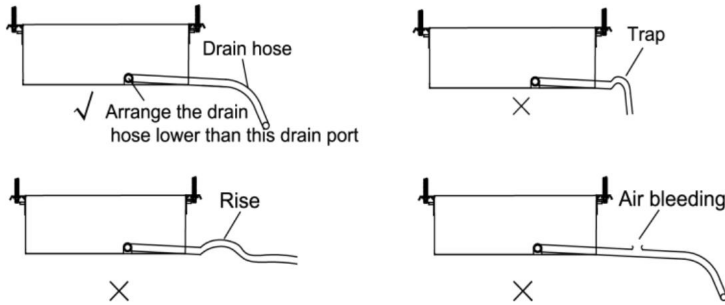

Рис. 4.20
- (1). Встановіть зливний шланг з ухилом вниз (від 1/50 до 1/100) та без стояків або для шланга використовуються сітки (рис. 4.20).
- (2). Переконайтеся, що на зливному шлангу немає тріщин або витоків, щоб уникнути утворення повітря кишень (рис. 4.20).